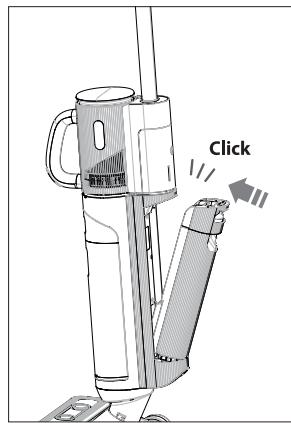

Fig. 8 – Inserimento del serbatoio dell'acqua
- ▶ Tenendo il serbatoio dell'acqua pulita leggermente inclinato, inserirlo nella rientranza sul retro dell'apparecchio, quindi premerlo in sede finché non scatta in posizione e non risulta saldamente inserito (**vedere Fig. 8**).